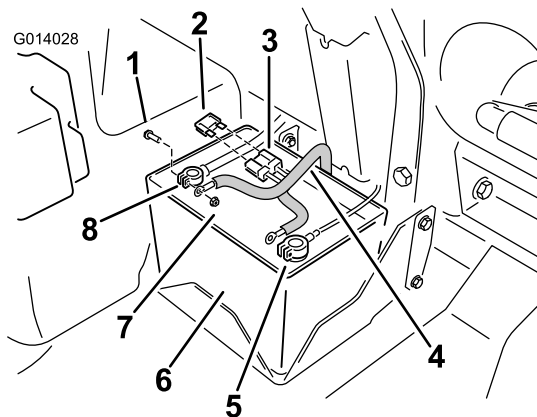

图17
4. 将电气线束上的正极红色环形接线端子连接到红色电池线的紧固件上（图17）。
5. 将负极黑色环形接线端子连接到负极电池线（图17）。
8. 在电池处，将保险丝安装到线束（图17）的开放式接头。